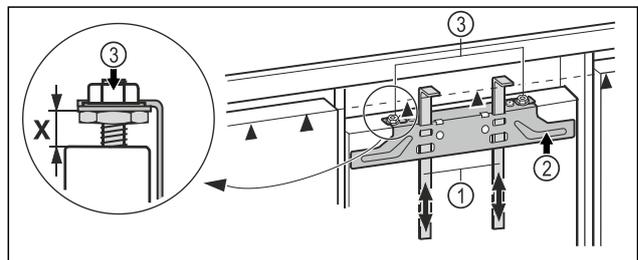

Fig. 44
- ▶ Σπρώξτε προς τα επάνω τους οδηγούς τοποθέτησης Fig. 44 (1) στο ύψος της πόρτας επίπλου. Κάτω ακμή τερματισμού ▲ του οδηγού τοποθέτησης = επάνω ακμή της πόρτας επίπλου που θα τοποθετηθεί.
- ▶ Ξεβιδώστε την τραβέρσα στερέωσης Fig. 44 (2) από τα κόντρα παξιμάδια Fig. 44 (3).